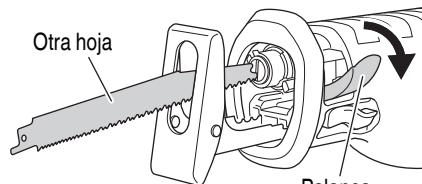

Fig. 5
- (1) Si una parte de la hoja de sierra rota sobresale de la pequeña hendidura del émbolo, extraiga la parte saliente y extraiga la hoja.
- (2) Si la hoja de sierra rota se encuentra oculta dentro de la pequeña hendidura, enganche la hoja rota utilizando la punta de otra hoja de sierra y extráigala. (Fig. 5)